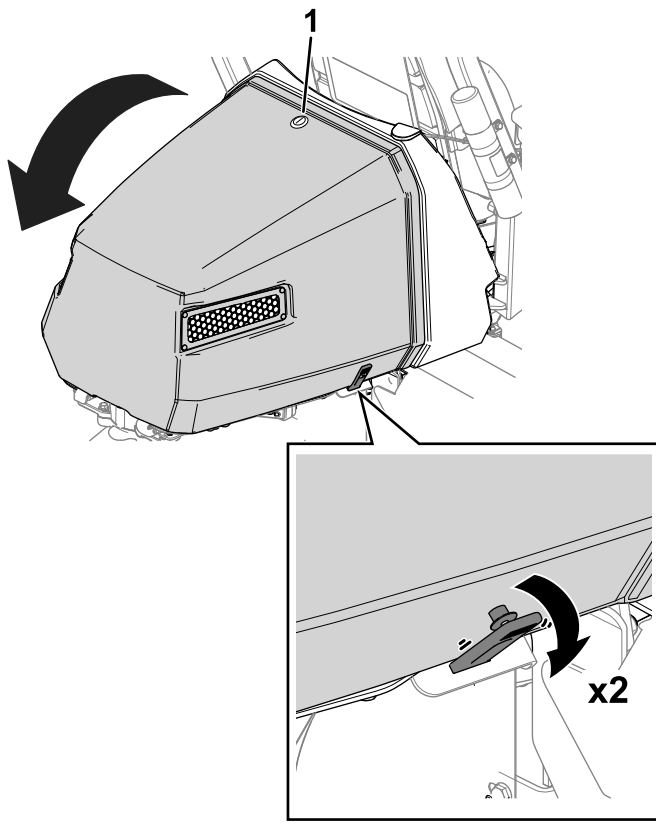

Figura 40
1. Desenganche el cierre del capó (Figura 40).
2. Abra los cierres en cada lado del capó (Figura 40).